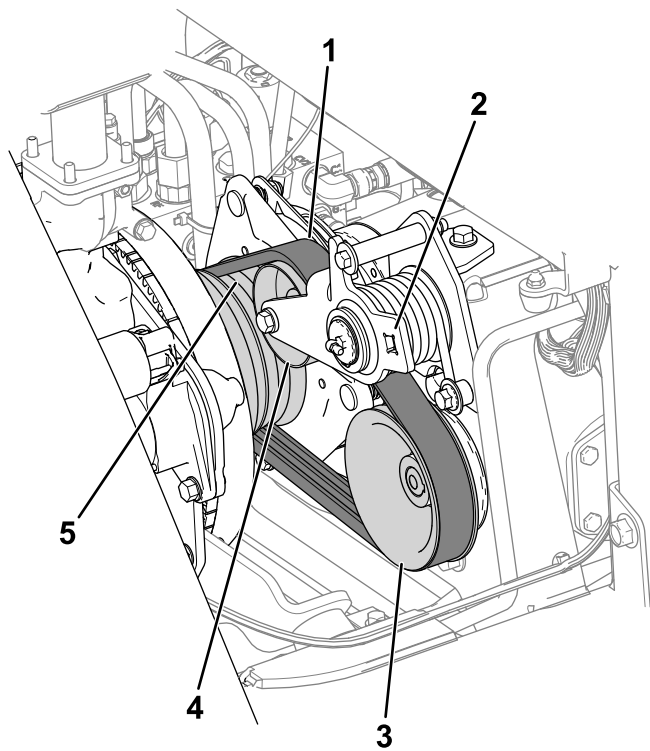

Figure 74
3. Acheminez la courroie sur la poulie du moteur, la poulie de tension et la poulie de la pompe (Figure 74).